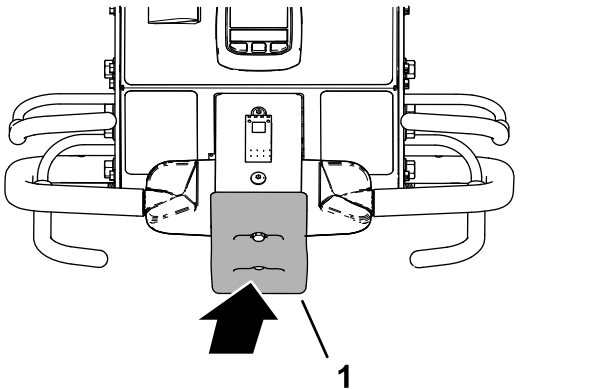

图 36
2. 在抓住操作员到位把手和牵引控制装置的同时接触到止动块开关图 36。